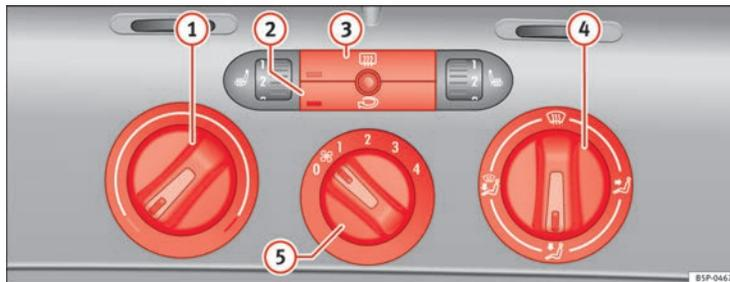

Fig. 127 Mandos de la calefacción en el tablero de instrumentos
- Con los reguladores ⇒ fig. 127 ① y ④ y con el mando ⑤ se regula la temperatura, la distribución del aire y la velocidad de la turbina.
- Pulse la tecla ② o ③ para activar o desactivar la función correspondiente. Cuando la función está activa, la ventana situada en la esquina inferior izquierda de la tecla se ilumina.